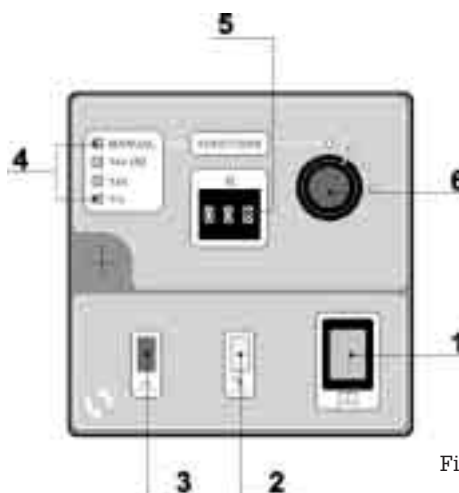

Fig. 20
8.2.3 - PB-VFT PUMP CONTROLS (Fig. 20)